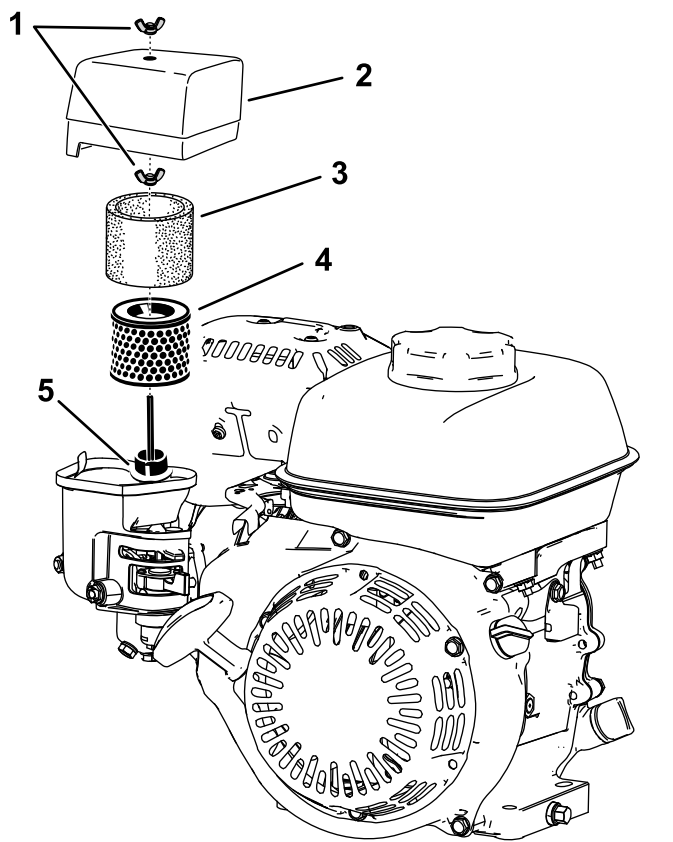

Figura 29
- Retire a porca de orelhas que prende a cobertura do filtro de ar (Figura 29).